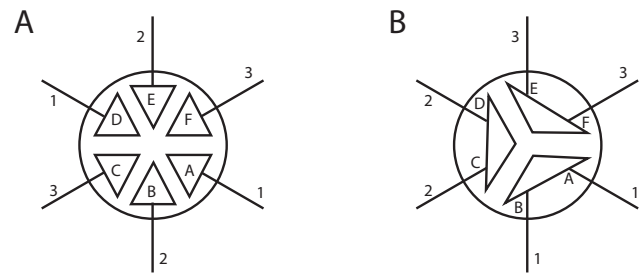

Fig. 8.e
- ❑ électrovanne d'alimentation (Fig. 8.a dét. 3 et Fig. 8.c dét. 2). Après avoir déconnecté les câbles et les tuyauteries, retirer l'électrovanne et contrôler l'état de propreté du fil en entrée et le nettoyer, si nécessaire, utiliser de l'eau et un brosse souple;
- ❑ collecteur avec pompe de vidange (Fig. 8.a dét. 5). Vérifier qu'il n'y ait pas de résidus solides dans le logement du cylindre, retirer les éventuelles impuretés. Contrôler que le joint d'étanchéité (O-Ring) ne soit pas endommagé ou fissuré, si nécessaire le remplacer. Vérifier qu'il n'y ait pas de résidus solides dans le conduit de drainage;
- ❑ pompe de vidange (Fig. 8.c dét. 4). Déconnecter l'alimentation électrique, dévisser les vis de fixation et retirer les éventuelles impuretés (Fig. 8.a dét. 6). Nettoyer la cuve d'éventuelles incrustations et vérifier que l'eau coule librement de la cuve à la décharge (en correspondance de la pompe de vidange);
- ❑ cuvette de remplissage (Fig. 8.a dét. 1). Contrôler qu'il n'y ait pas d'obstructions ou de particules solides et que les électrodes de mesure de la conductivité soient propres, retirer d'éventuelles impuretés et rincer;
- ❑ kit tuyaux internes (Fig. 8.a dét. 2 et Fig. 8.c dét. 3). Contrôler qu'ils sont libres et exempts d'impuretés, retirer d'éventuelles impuretés et rincer.